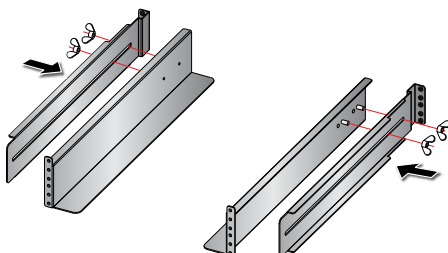

Рис. 3-2. Отрегулируйте рейки по длине и затяните гайки
- 2 Отрегулируйте длину раздвижных реек по глубине стойки и затяните гайки. См. Рис. 3-2.